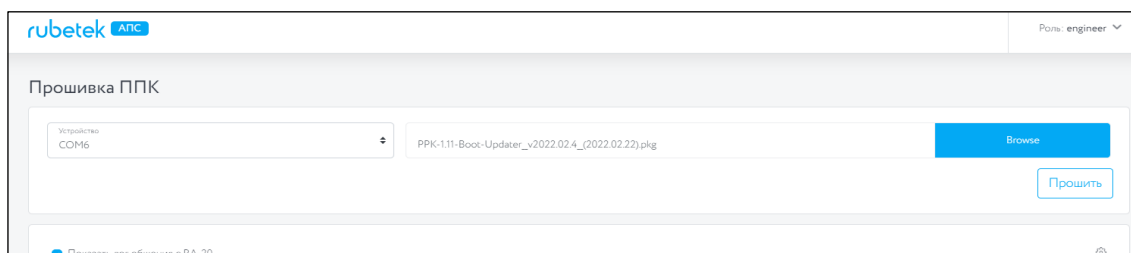

Рисунок 10 – Запуск прошивки
- Нажать кнопку **Прошить**. Будет запущен процесс прошивки см. Рисунок 10;